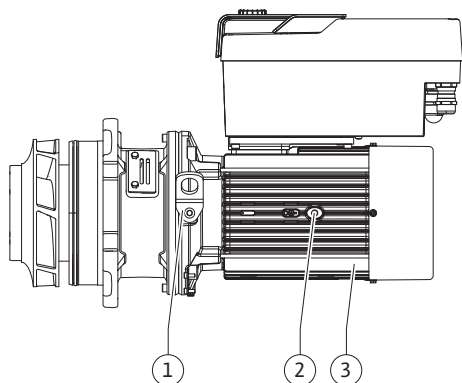

Fig. 107: Вставний модуль
13. Завести вставний модуль (див. Fig. 107) у корпус насоса в попереднє або інше бажане кутове положення. Потрібно враховувати допустимі монтажні положення компонентів (див. главу «Допустимі монтажні положення та зміна розташування компонентів перед установкою» [► 142]).